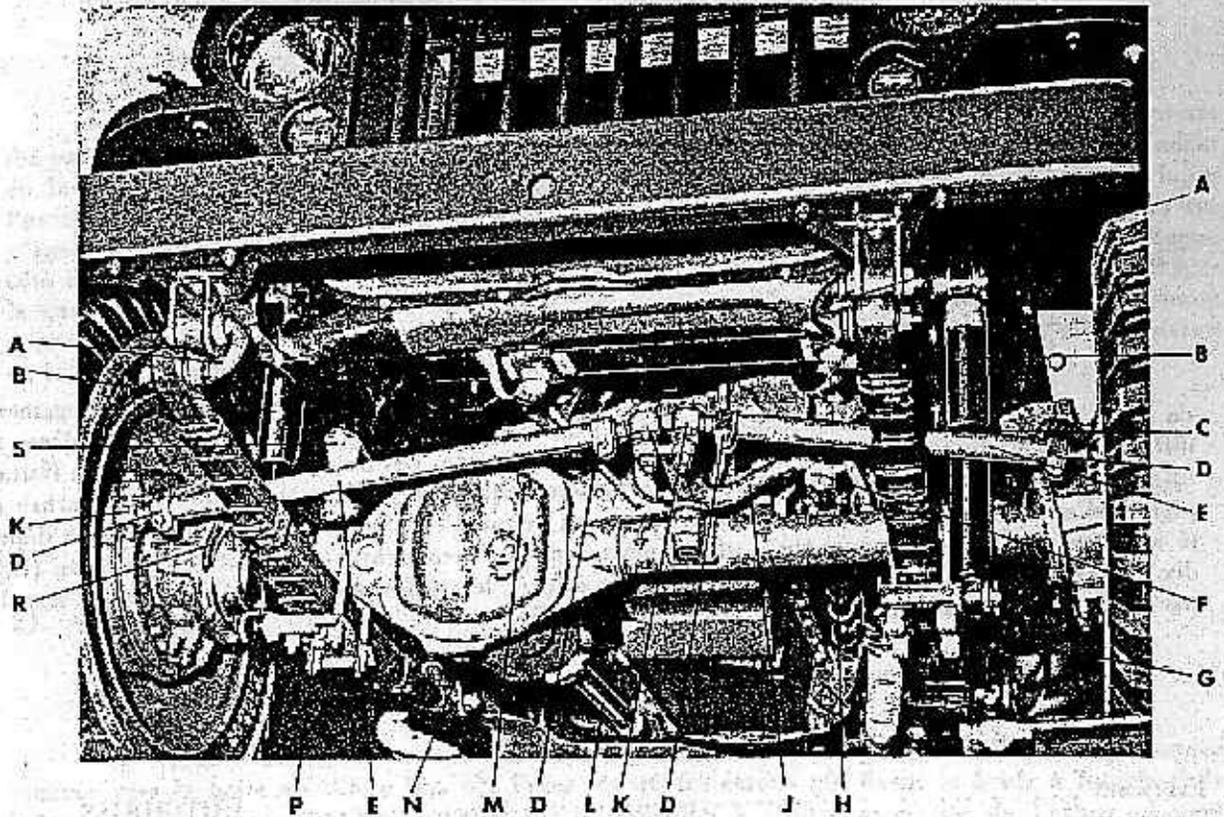

FIGURE 35. — Pont avant en place
Le pont avant est un organe de commande des roues avant comportant des logements de fusées d'un tracé spécial, et un différentiel à pignons hypoïdes du type classique. Les pièces du différentiel sont interchangeables avec celles du pont arrière. Les demi-arbres sont du type flottant intégral. Le différentiel est monté dans un carter semblable à celui du pont arrière mais l'arbre du pignon d'entraînement est tourné vers l'arrière au lieu de l'être vers l'avant et de plus il est déporté à droite du centre du pont. On a utilisé deux types de demi-arbres et de joints de cardan (Bendix et Tracta). Les véhicules sur lesquels ont été utilisés les différents types d'arbre sont signalés par une plaquette fixée au logement des fusées (fig. 35).
B. — Débrancher les amortisseurs et la barre de direction (fig. 35).
C. — Débrancher l'arbre de transmission avant et les étriers de ressort (fig. 35).
D. — Débrancher les jumelles de ressort (fig. 35).